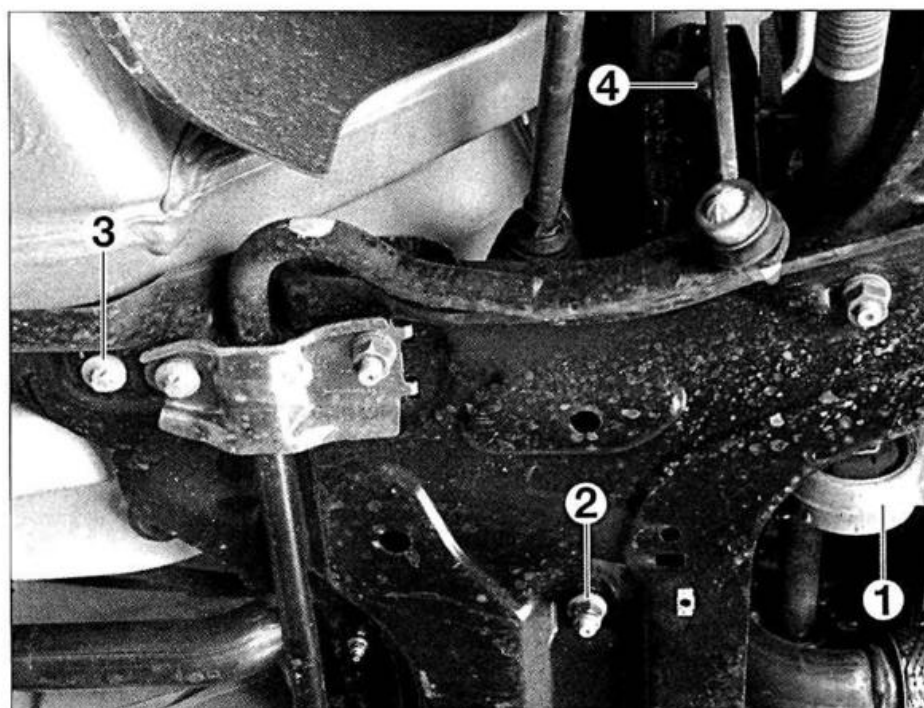

FIG. 13
- la bieleta antibasculamiento (1) (fig. 13)
- las tuercas (2) de fijación de la caja de dirección en la cuna.
- Desmontar los tornillos (3) y (4) de fijación de la cuna y descenderla progresivamente (80 mm aprox.).